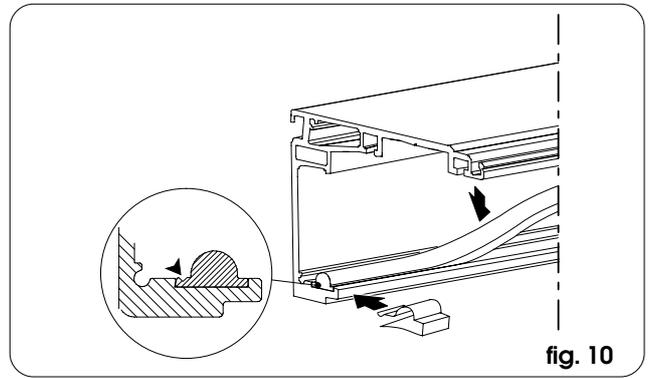

fig. 10
- Inserire la guida di scorrimento nella sua sede e bloccarla alle estremità con le apposite pinze elastiche (fig. 10). Nelle porte a doppia anta è prevista anche una pinza elastica da posizionare centralmente.
- La guida non è simmetrica, ma ha un senso di montaggio: il lato con una piccola gola va rivolto verso la parete (fig. 10). Inoltre la guida, ad entrambe le estremità, deve risultare più corta del profilo di sostegno di circa 1 cm.